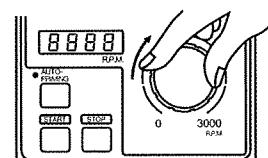

図5
6. 血液流出側ラインをクランプしたままで、モーター回転数調節ツマミを回転させポンプ回転を最大回転数3000rpmまで上げ約30秒間回転する。この状態で本品内の圧力は最大となるので、本品の漏れや回転のブレ等の異常がないか確認する。（図5）
まず図2に示す脱血カニューレの流量-圧力損失特性をみると、3L/minではおよそ85mmHgであり、圧力が低い状況であることがわかる。静脈圧が10mmHgの右心房から脱血カニューレ接続部で発生している圧力はマイナス75mmHgとなる。遠心ポンプ入り口までは3/8インチのチューブで接続されているが、ここでも圧力損失があり、仮に1.5mの長さであるならば図5より12mmHg程度である。脱血カニューレの接続部からさらに12mmHg低い圧力、即ちマイナス87mmHgであることが推定できる。